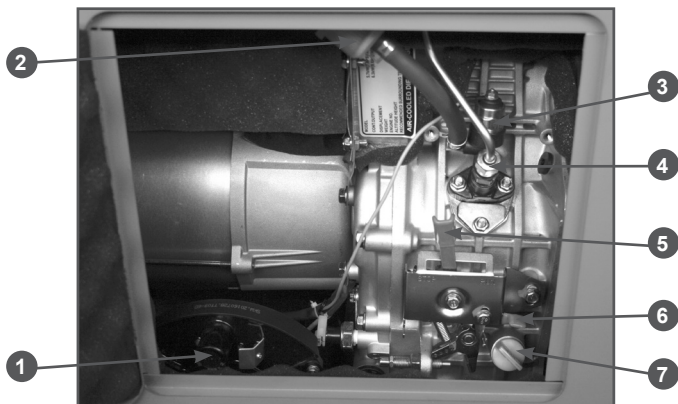

Рис. 2 Основные узлы и органы управления (вид двигателя с открытой дверцей)
3. Выкрутите крышку-щуп маслосливной горловины (Рис. 2 п. 7) и извлеките щуп.
3. Выкрутите крышку-щуп маслосазливной горловины (Рис. 2 п. 7) и извлеките щуп.